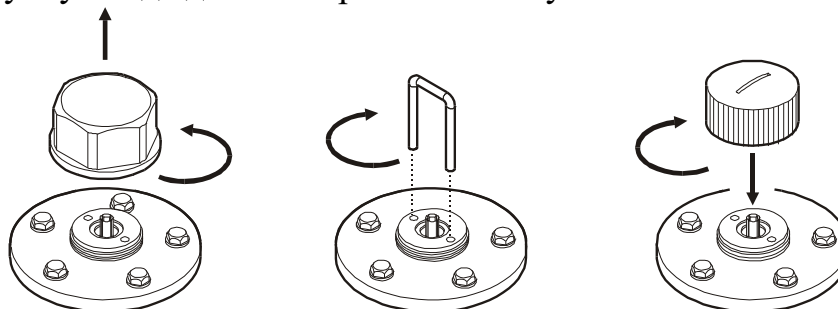

Рис. 4.1 - Частичный демонтаж датчика уровня топлива и установка крышки-заглушки
4.2.1.1.1 Частичный демонтаж датчика выполняется в следующей последовательности (рис. 4.1):
- при необходимости частично завернуть втулку зонда датчика во фланец, как показано на рис. 4.1;